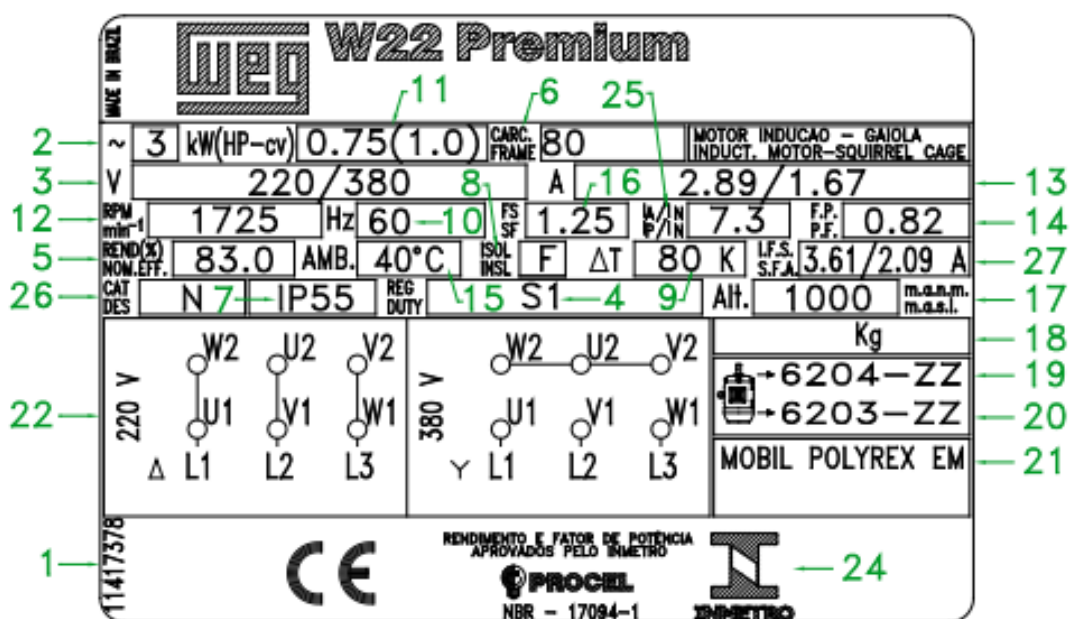

Figura 1.2 - Placa de identificação de um motor de indução trifásico.
5. Nos dados de placa da Figura 1.2, nota-se que o motor em questão possui 6 terminais. Pesquise sobre os motores de 3, 9 e 12 terminais. Quais as possibilidades de conexão de cada um deles com a rede elétrica?